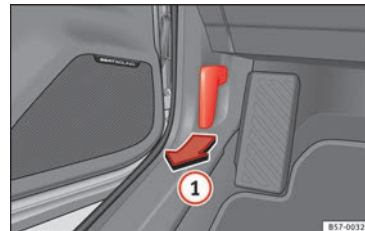

Fig. 9 Palanca de desbloqueo en el espacio reposapiés del conductor.
- Abrir el capó: tire de la palanca que hay debajo del tablero de instrumentos » » fig. 9 ①.